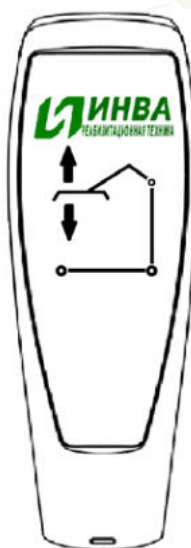

Рис.2 Пульт управления
4.5 Управление электроприводом Linak выполняется кнопками постоянного нажатия с пульта управления поз.6 (рис.2).
7.3 Опускание и подъем осуществляется с помощью электропривода, управление которым осуществляют с пульта управления поз.6, нажатием и удерживанием соответствующей кнопки (вниз/вверх) (рис.2).